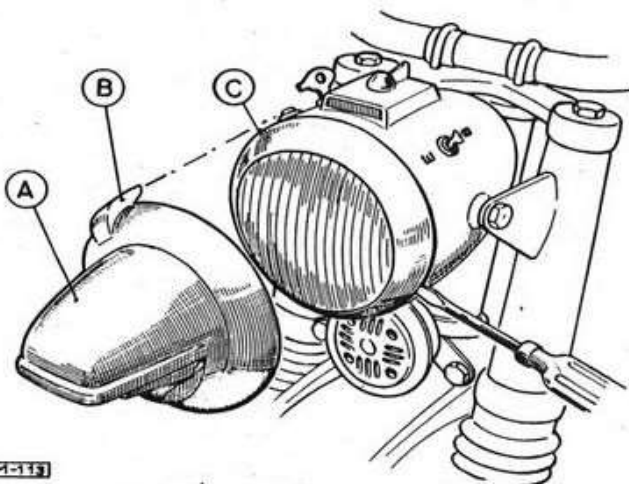

Fig. 113 - Montaggio della maschera di oscuramento sul proiettore.
Far leva con un cacciavite (fig. 113) nella giuntura tra il corpo del proiettore e la ghiera del vetro anteriore (C); la ghiera che è montata a scatto uscirà facilmente.